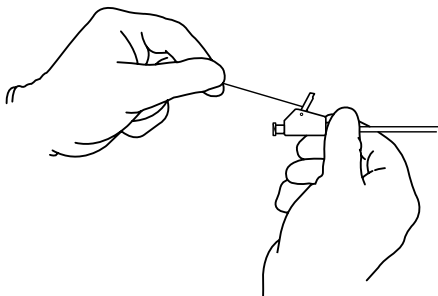

Fig. 1
- a. Stabiliser d'une main l'embase Mac-Loc et tirer vers l'arrière sur le fil de tension pour former la configuration en boucle distale de l'endoprothèse. (**Fig. 1**)